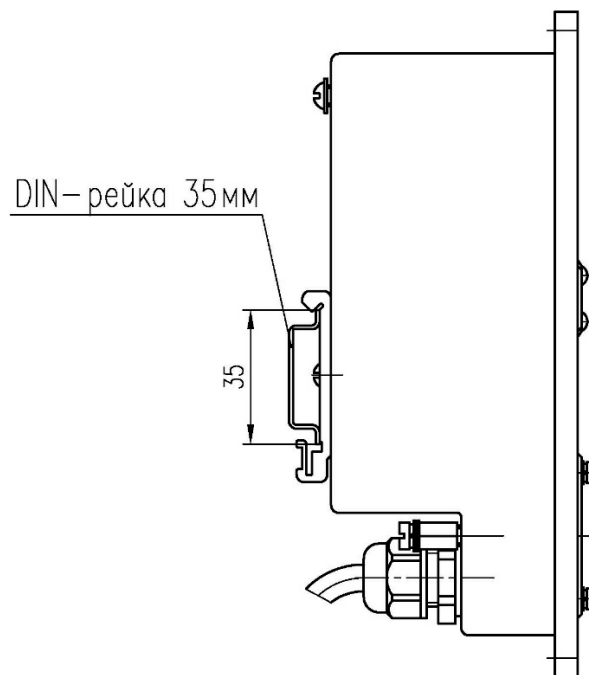

Рис. 10. Монтаж БОИ-3 на DIN-рейку.
2.2.7.2 Для БОИ-3 предусмотрена возможность крепления на DIN-рейку 35 мм (см. рис. 10).